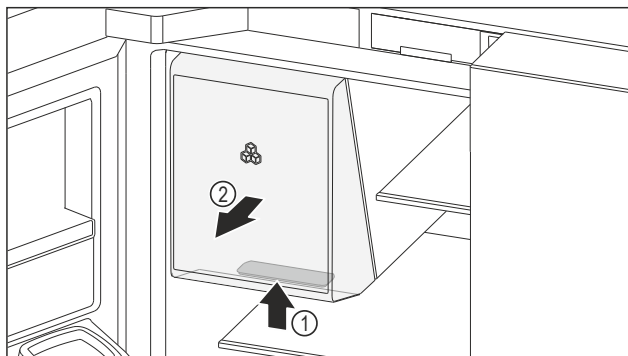

Fig. 166 Извлечение отсека для льда
- ▶ Возьмитесь за утопленную ручку Fig. 166 (1) отсека для льда снизу и одновременно извлеките отсек для льда движением вперед Fig. 166 (2).